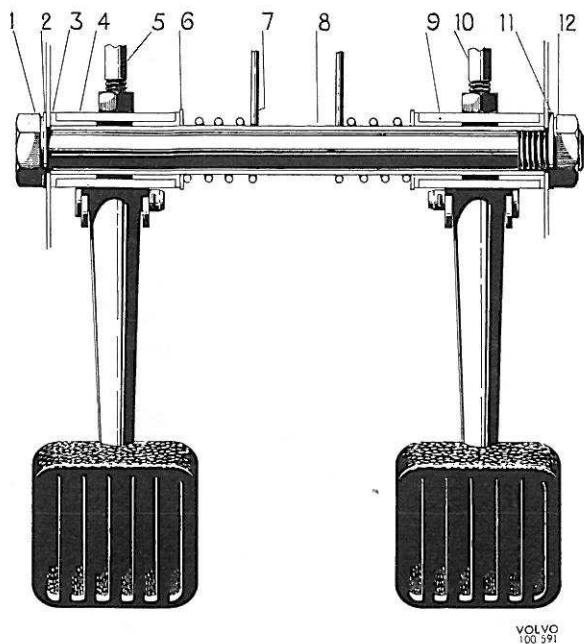

Figure 32. Pédalier, 120 et 1800 (modèle II)
- modèle I) de l'axe de pédalier (8, figure 32). Déposer les pédales (4 et 9) et l'axe.
2. Extraire les bagues (3) en se servant d'un outil convenable. Monter les bagues neuves.